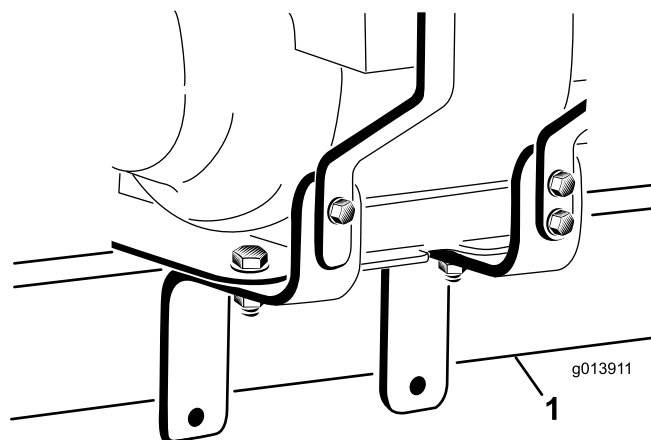
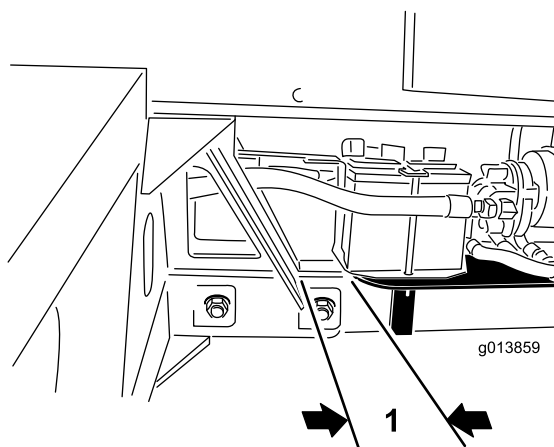

図 5
図 6
19. エンジン・アセンブリは重いので、位置決めが難しい。助手を一人使って、エンジン・アセンブリをプロパスのヒッチチューブに載せる。エンジンの取り付けブラケットがヒッチチューブ（図 5）をまたいでいること、また、エンジン取り付けプレートの後部とプロパスのヒッチチューブのレシーバとの距離が約25mmであることを確認する（図 6）。